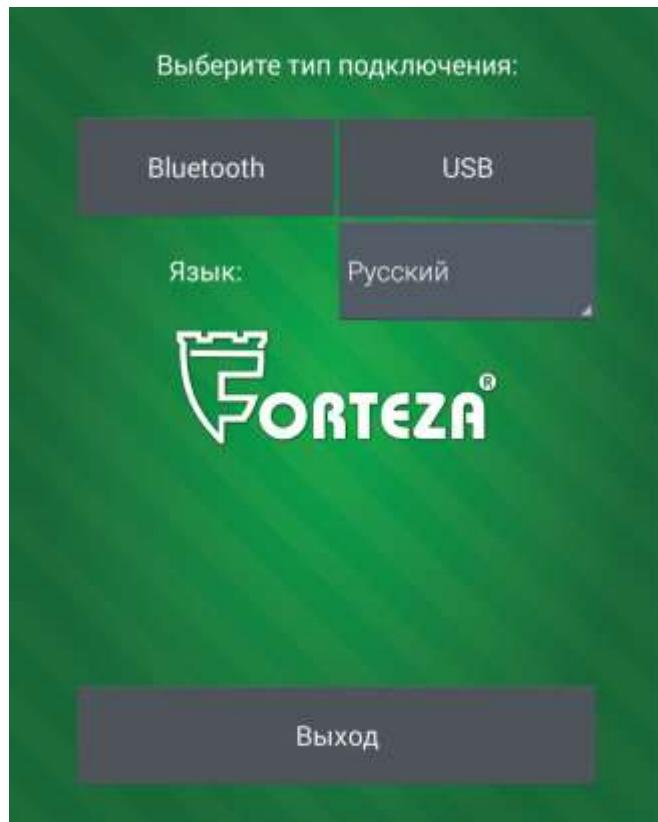
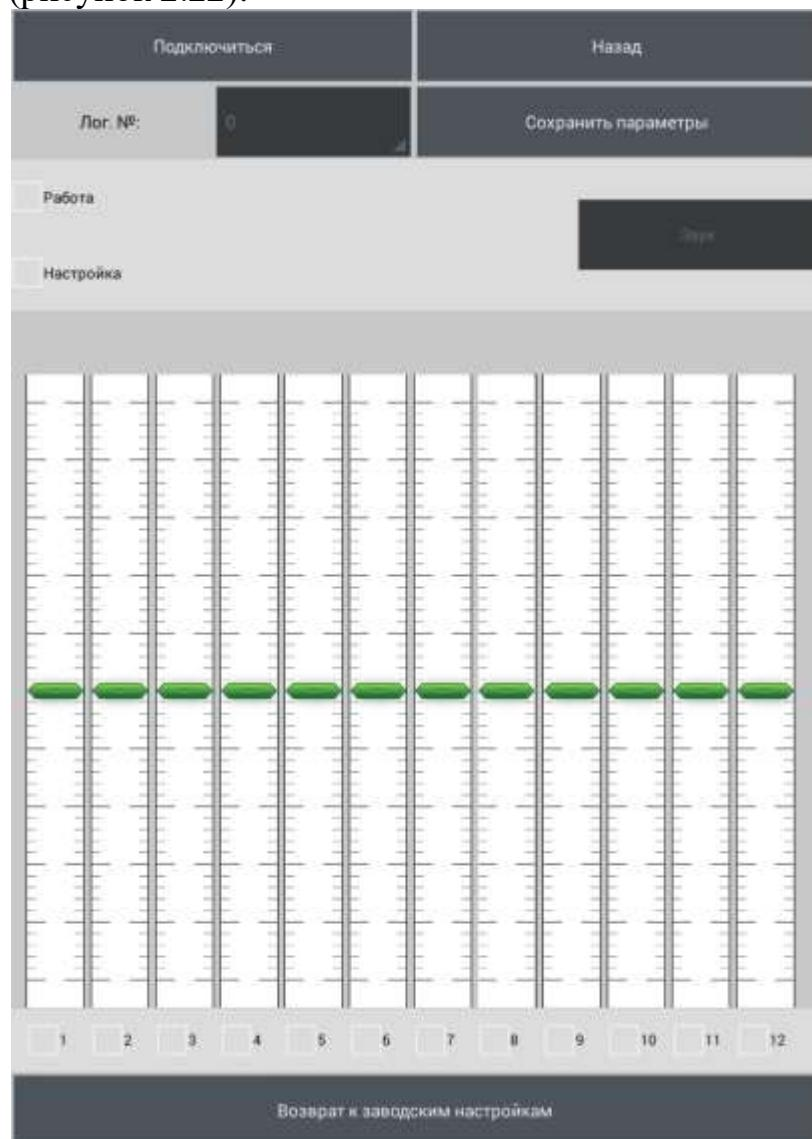
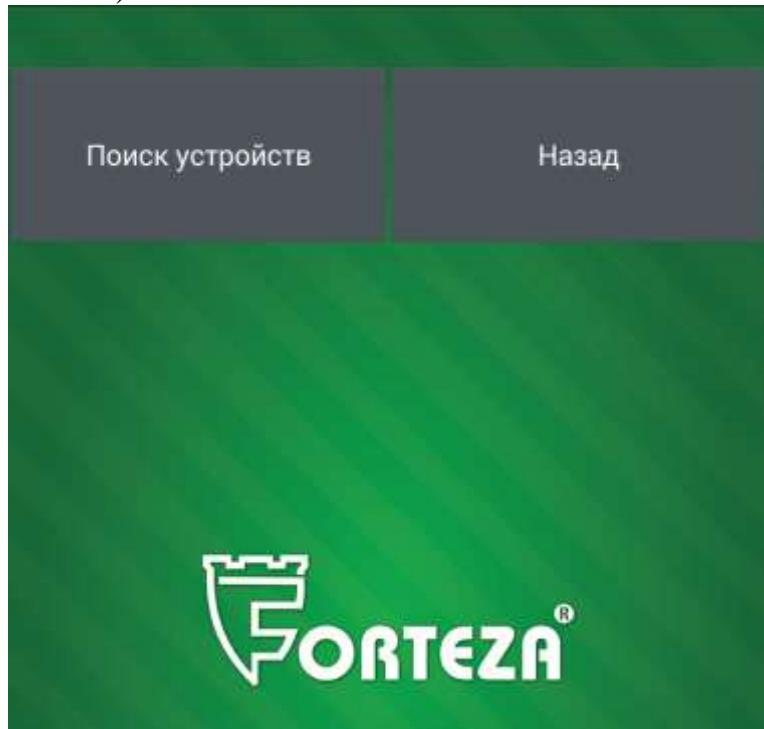

Рисунок 2.20
Рисунок 2.22
Рисунок 2.28
2.3.7.4.1.2 Запустить на Android устройстве программу «FM UNI» (рисунок 2.20).
2.3.7.4.5 Выбрать тип подключения «USB» (рисунок 2.20). Откроется окно программы (рисунок 2.22).
2.3.7.5.1 Запустить на Android устройстве программу «FM UNI» (рисунок 2.20).
2.3.7.5.3 Выбрать тип подключения «Bluetooth» (рисунок 2.20). Bluetooth на Android устройстве автоматически включится и откроется окно программы (рисунок 2.28).